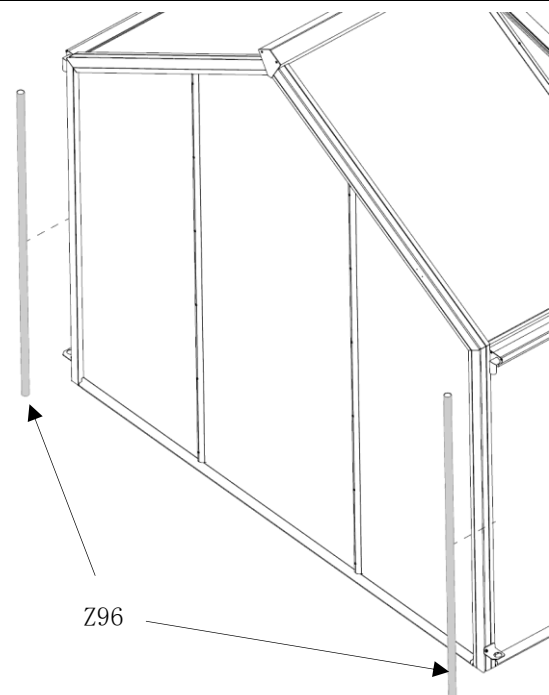

Abb. 129
- die Fallrohre (**Pos. Z96**) in die Bohrung der Fallrohrhalterungen (**Pos. Z33**) stecken und nach oben in die Stützen der Rinnenendbleche (**Pos. Z30/Z31**) schieben, bis diese sich festklemmen. (Abb. 129)